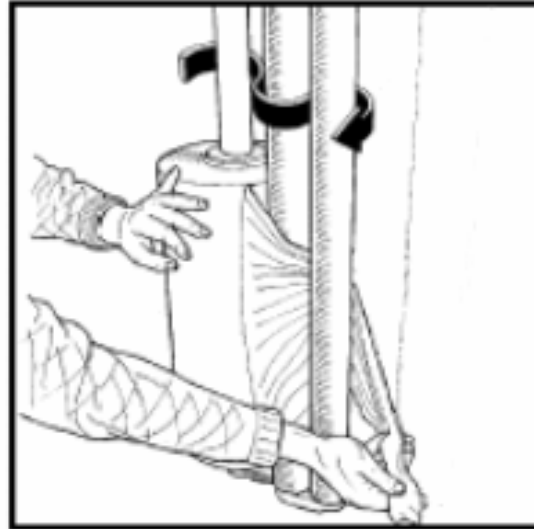

Abb. 6-2:
- 6.3 Fädeln sie die Folie wie in Abbildung 6-2 gezeigt in die Vorstreckwalzen ein. Beachten Sie hierzu auch die Aufkleber an der Maschine.